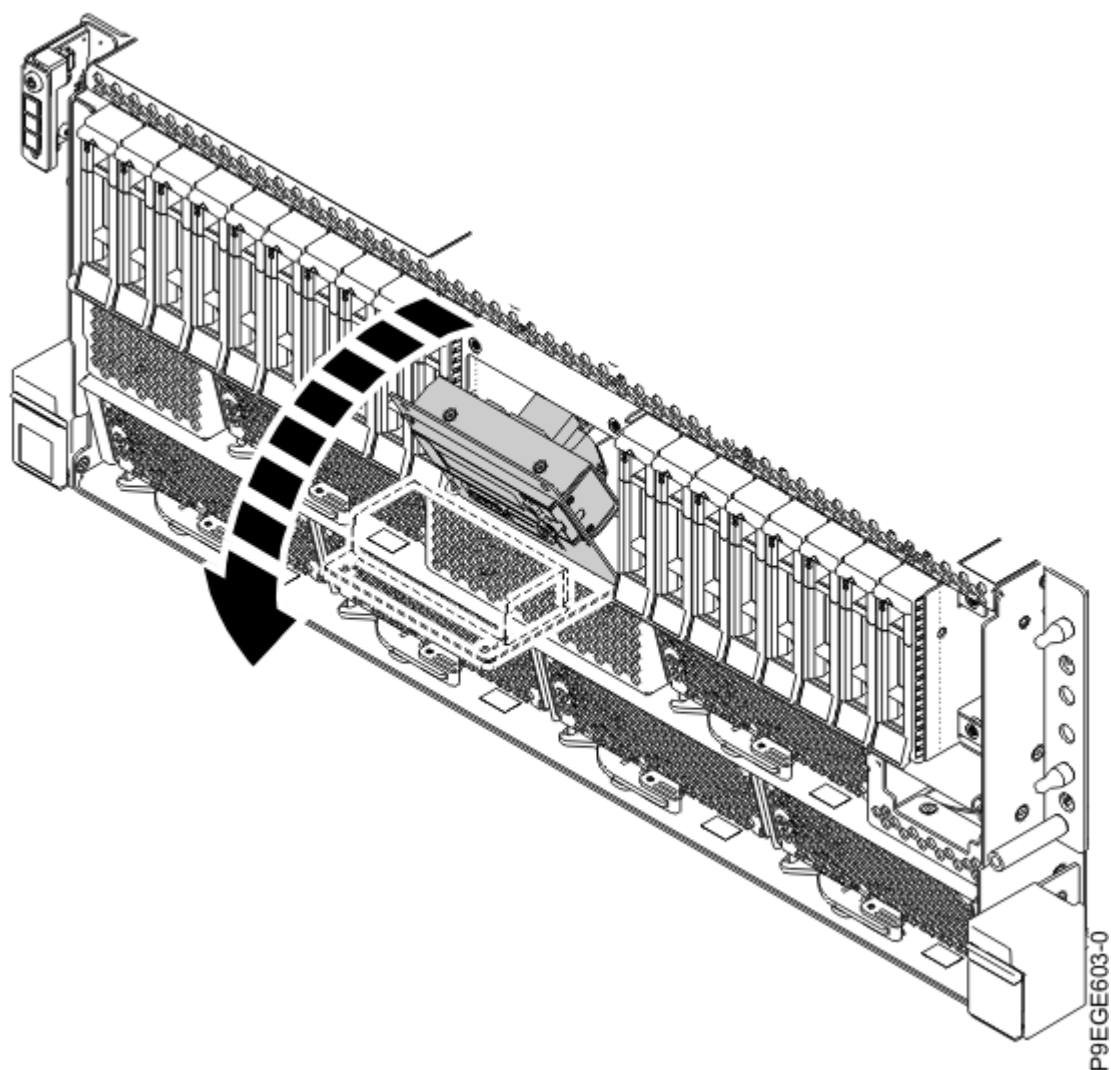

Figure 20. Ouverture du support USB avant
9. Ouvrez le support USB avant comme indiqué à la Figure 20, à la page 22.